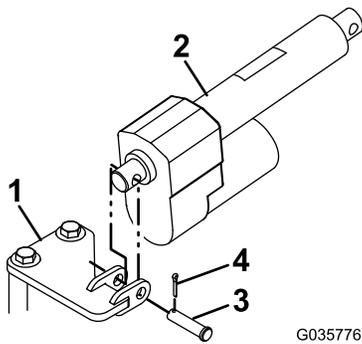

Figure 8
6. Montez l'actionneur sur le support de levage de tablier avant à l'aide de l'axe de chape et de la goupille fendue (Figure 8).